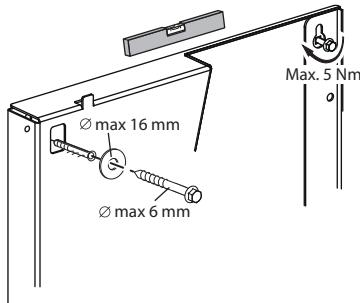

Fig. 3: Wandmontage
- An 230 V Niederspannungsnetze anschließen. Bei Anschluss an IT-Netze (Isolet Terre Netzform) unbedingt sicherstellen, dass die Spannung zwischen den Außenleitern (L1-L2, L2-L3, L3-L1 → Fig. 3) 230 V nicht überschreitet.